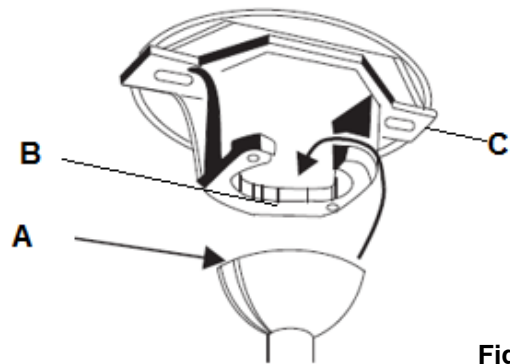

Fig. 8
Levante el ensamblaje del ventilador sobre la abrazadera de montaje. Asegúrese que la ranura para la llave (A) de la bola del colgador esté colocada en el pasador para la llave (B) de la abrazadera del colgador (C) para evitar que el ventilador gire durante su funcionamiento. **Fig.8**